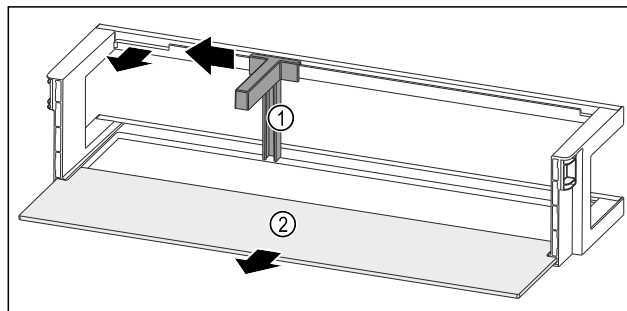

Fig. 65 Pudeliholdiku ja riiuliga ukseriulid
- Lükake pudeliholdikut Fig. 65 (1) kuni väljalõikeni küljele.
- Võtke pudeliholdik Fig. 65 (1) välja.
- Võtke riiul Fig. 65 (2) välja.